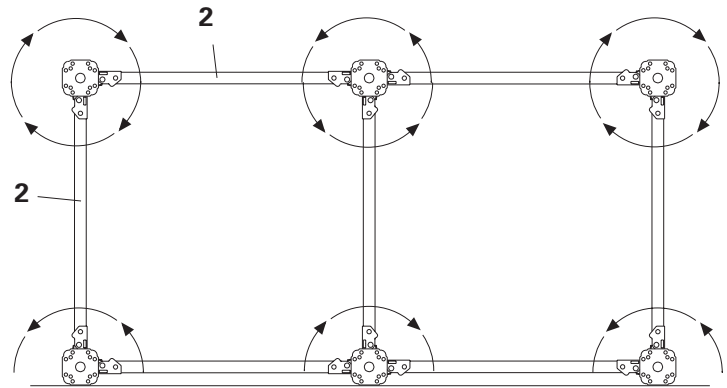

Fig. 31
- Le montage des cadres MRK **2** doit être exécuté en « ailes de moulin ». Fig. 31